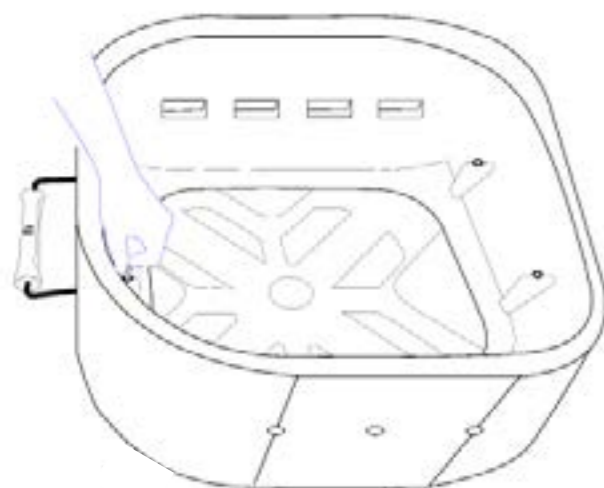

fig 4
Étape 6 : Vissez précautionneusement avec la clé fournie. Vous pouvez aussi le faire avec un tournevis ou une visseuse à embout T30. Attention, si elle va trop vite, elle risquerait d'abîmer LOLA La poignée doit être solide et stable. (fig 4)